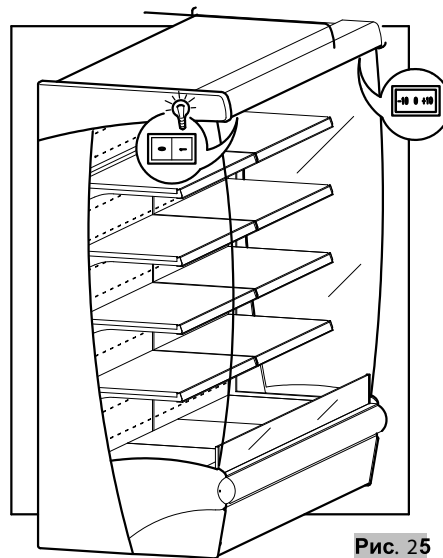

Рис. 25
- Ввести вилку в розетку и включить выключатель света и двигателя, смонтированный под декоративной панелью (Рис.25). Легкий шум двигателя и включение дисплея укажут на включение прилавка.
- По истечению примерно 3-х часов, после включения прилавка, можно приступить к его заполнению, расположенный внутри прилавка термометр (Рис. 25) обозначит рабочую температуру.